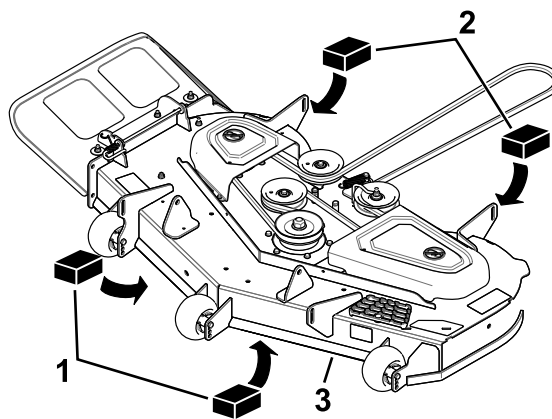

Figura 73
3. Coloque dois calços de 6,6 cm de espessura cada debaixo de cada lado da extremidade frontal da plataforma, mas não debaixo dos suportes do rolo antidanos (Figura 73).
4. Coloque dois calços de 7,3 cm de espessura cada debaixo da extremidade traseira da aba da plataforma de corte, um em cada lado da plataforma de corte (Figura 73).